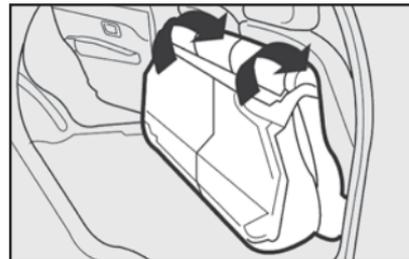

fig. 99
1) Empuje hacia atrás el asiento trasero completo utilizando los asientos **A-fig. 99**.